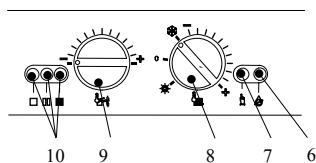

Fig. 6.3
- 2 Turn the function selector 8 as in Fig. 6.3. The appliance operation light 10 will flash every 2 seconds.
The boiler will now go through an ignition sequence and the burner will light. If during the ignition attempt period the boiler fails to light, the full sequence control p.c.b. will go to lockout and the lock-out signal lamp 6 will appear. To reset the boiler press and release the boiler reset button 7 (Fig. 6.3).
- 2 Поверните кнопку выбора рабочего режима как показано на Fig. 6.3. Сигнальная лампа режима работы 10 будет вспыхивать каждые 2 сек.
При этом котел пройдет серию розжигов, пока не загорится горелка. Если на этапе пробного розжига котел не зажигается, управление розжигом p.c.b. перейдет в состояние блокировки, загорится лампа 6. Для восстановления котла нажмите на кнопку 7 (Fig. 6.3)